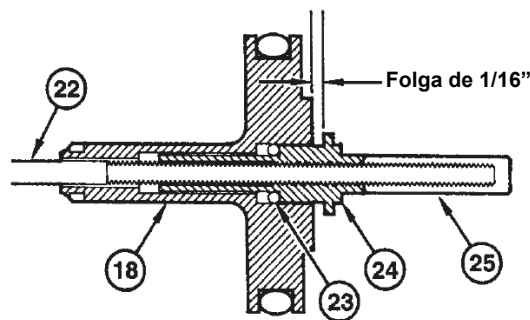

Fig. 1
Deve ser mantida uma folga de 1/16" entre o Conjunto do Pistão de Ar (18) e o Corpo da Agulha (24) (consulte a Fig. 1). Isso criará um movimento da agulha que permitirá o fluxo de ar adequado antes que o fluido comece a fluir. A folga pode ser ajustada removendo parcialmente a agulha de material (22),